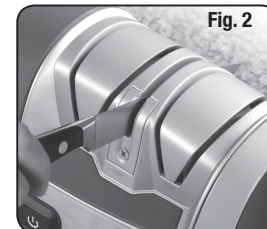

Fig. 2
2. Comenzando con la base del cuchillo, tire de él a través de las piedras cruzadas de cerámica a medida que aplica una presión leve hacia abajo (nunca lo mueva hacia adelante y hacia atrás). Levante el cuchillo al final de la pasada para afilar la punta (Fig. 2).